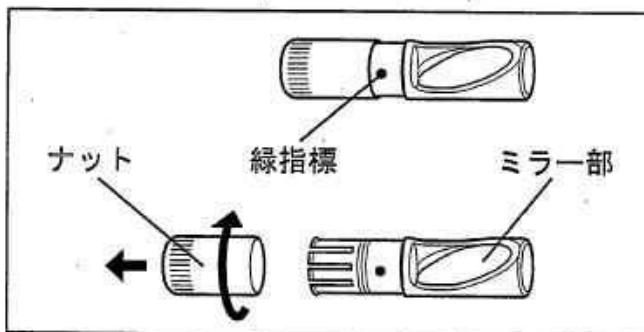

図 3.14
2. スコープ先端部側面及び側視ミラーアダプター固定みぞおよび側視ミラーアダプターの接続内径及びねじ部（図 3.14 参照）に異常な変形や異物がないかどうかを点検します。
- 側視ミラーアダプターをスコープ先端部に差し込む際は、ナットの位置を緑指標が完全に見えている状態にします（図 3.14 参照）
- 緑指標が完全に見えている状態から、さらにナットを緩めるとナットがミラー部から外れます。ナットを取り外すと、ナットを紛失したり、ツメの部分が変形するおそれがあります。側視ミラーアダプター内部をクリーニングする時以外は、ナットを取り外さないでください（図 3.14 参照）。